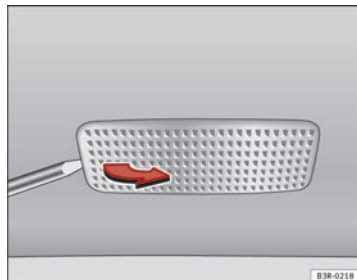

Fig. 242 Desmontaje luz del parasol
- Retire la luz con cuidado, utilizando un destornillador por su parte plana ⇒ fig. 242.